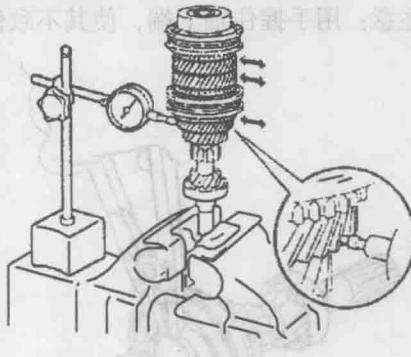

图 1-18 检测顶隙
18) 如图 1-18 所示, 检测四档、五档齿轮顶隙, 标准值应小于等于 0.058mm 。